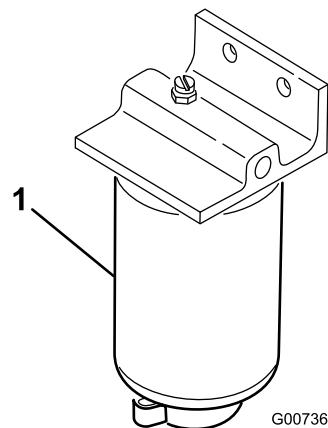

Figura 55
1. Mettete un contenitore pulito sotto il filtro del carburante(Figura 55).